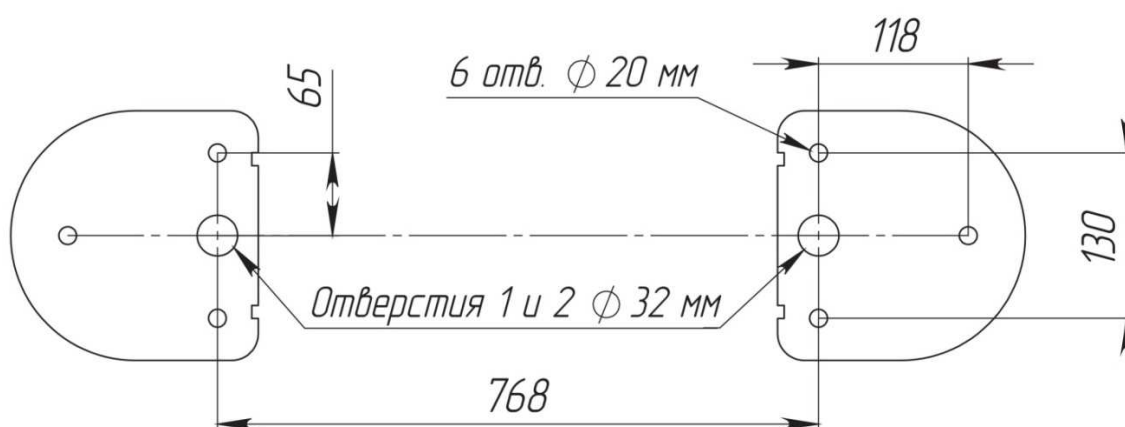
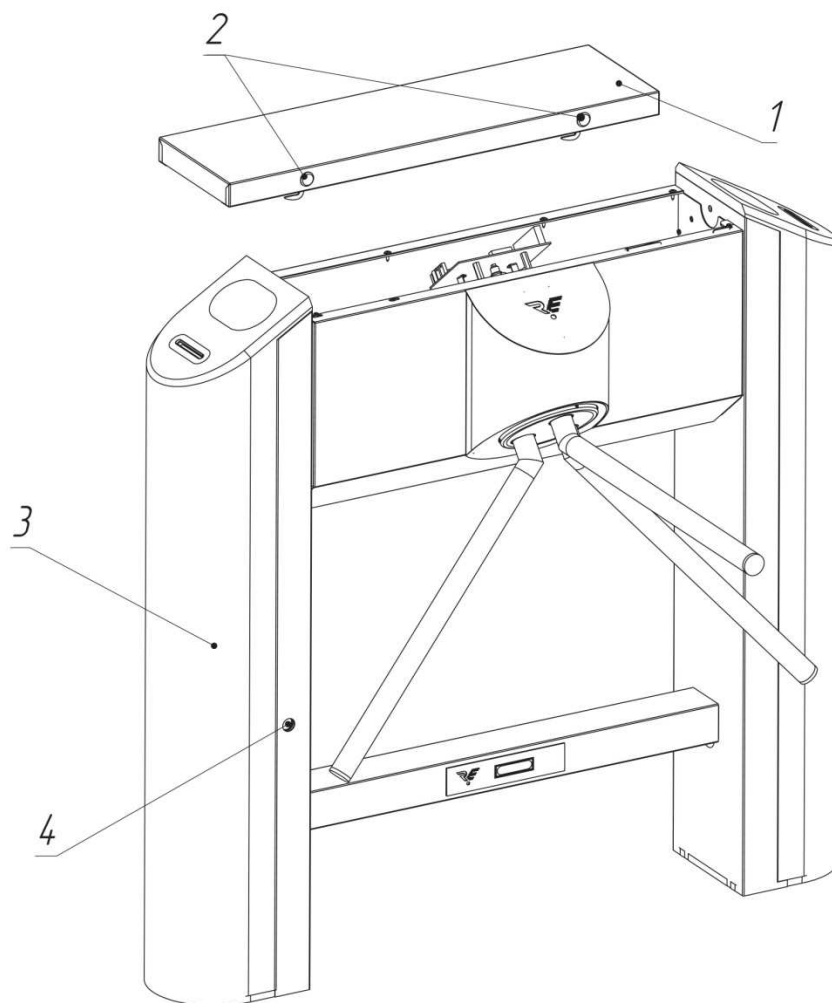
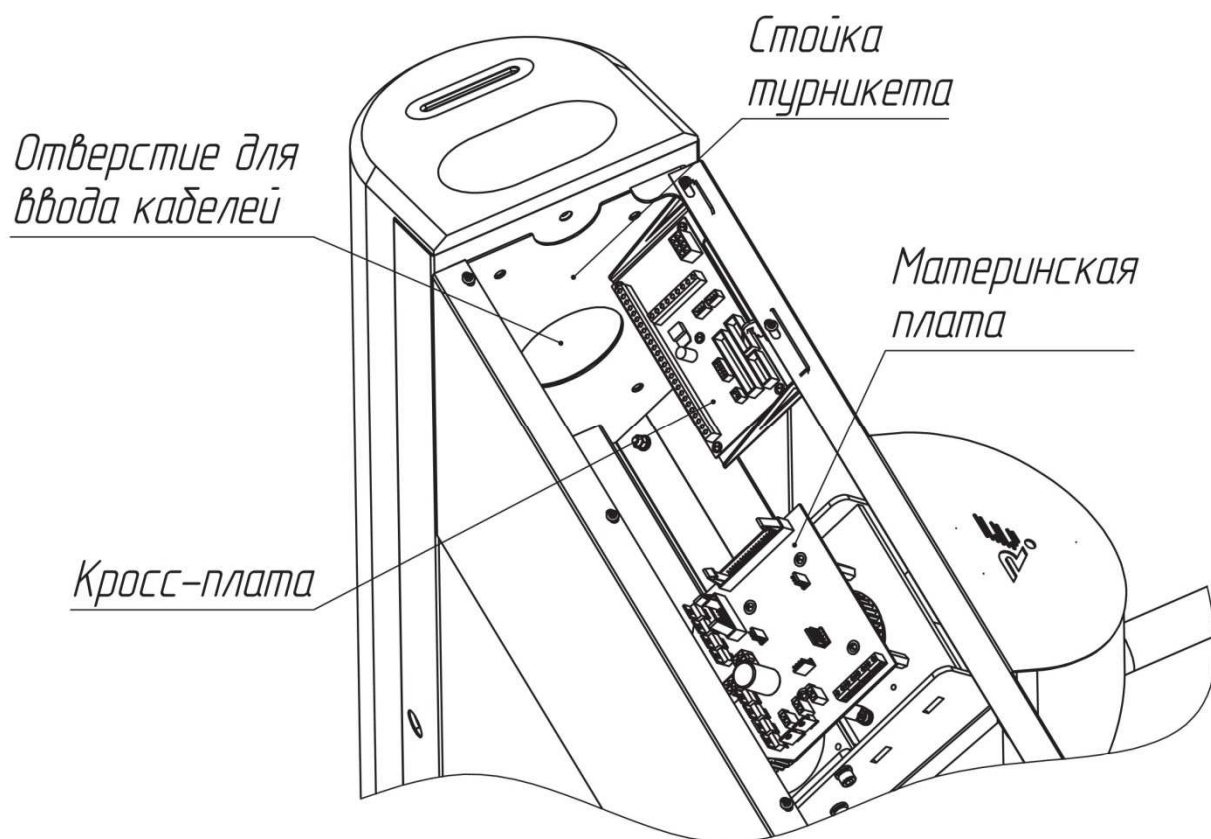

Рис. 5. Установочные размеры
Рис. 6. Подготовка к установке турникета
Рис. 7. Расположение кросс-платы на стойке турникета
4.2.3. По установочным размерам (рис. 5), подготовьте 6 отверстий диаметром 20мм в полу под анкеры крепления стойки турникета. Расположение монтажных отверстий относительно внешних габаритов турникета представлено в Приложении 4. Глубина закладного отверстия должна превышать длину анкера на 5мм. Вставьте анкеры в отверстия.
4.2.4. Подводка кабелей производится через отверстия 1 или 2 (рис. 5) в нижних плитах стоек турникета.
4.2.7. Установите турникет на подготовленную площадку (рис. 5). Используя ключи, откройте замки (2, рис. 6) и снимите верхнюю крышку (1, рис. 6). Также, открыв замок стойки (4, рис. 6), откройте дверцу стойки (3, рис. 6).
4.2.8. Заведите в корпус турникета кабели от ПУ, БПи, при необходимости, кабели СКУД и ОПС. Подводка кабелей производится через отверстия 1 или 2 в нижних плитах стоек. В верхней части – через отверстие диаметром 32 мм, показанное на (рис. 5). Закрепите кабели кабельными стяжками.
Подключение БП, ПУ и СКУД осуществляется с помощью кросс-платы. Для этого необходимо снять крышку турникета(1,рис. 6), используя ключи. На рис. 7. показано расположение кросс-платы на стойке турникета.